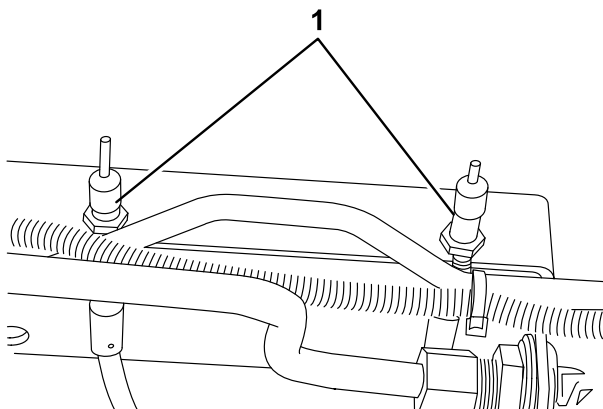

Bild 75
2. Lockern Sie zum Reduzieren des Spiels der Bremspedale die vordere Mutter am Gewindeende des Bremszugs (Bild 75). Ziehen Sie dann die hintere Mutter fest, um den Zug nach hinten zu bewegen, bis die Bremspedale ein Spiel zwischen 1,2-2,5 cm aufweisen. Ziehen Sie die vorderen Muttern fest, wenn die Bremsen einwandfrei eingestellt sind.